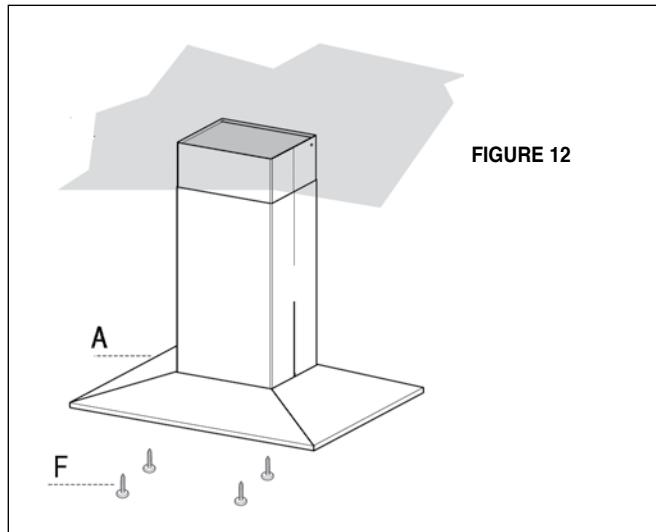

FIGURE 12
4. Ensuite, fixer par le bas, au moyen de quatre vis fournies (**F** de la **FIGURE 12**) la HOTTE (**A** de la **FIGURE 12**) au treillis prévu.